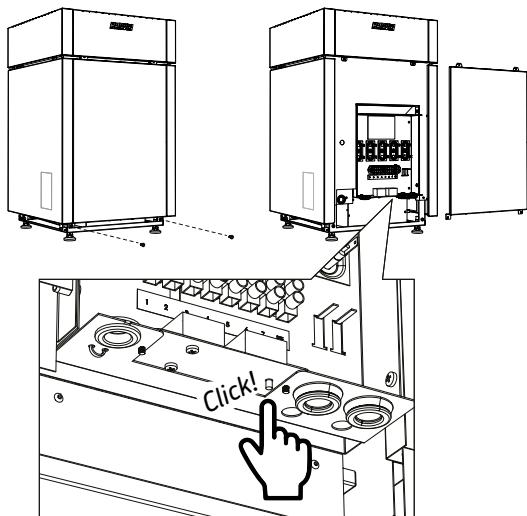

Figura 14. Reinicio del seguro de recalentamiento del vaporizador
- Compruebe que no se haya disparado el seguro de recalentamiento. (Figura 14. Reinicio del seguro de recalentamiento del vaporizador)
- Instrucciones para reiniciar el seguro de recalentamiento del vaporizador (Figura 14. Reinicio del seguro de recalentamiento del vaporizador)